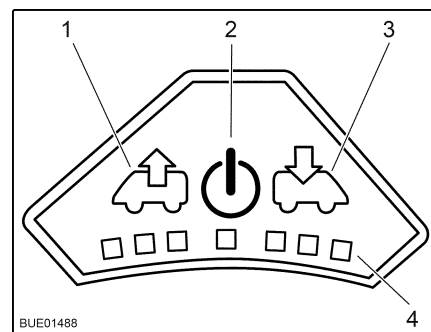

Fig. 86 Cuadro de mando del ventilador
- Conectar:** ■ Pulsar la tecla On/Off (Fig. 86,2). El ventilador funciona en el modo confort (extracción con la velocidad más baja del ventilador).
- Para aumentar la velocidad del ventilador: Pulsar la tecla de extracción (Fig. 86,1). La velocidad del ventilador aumenta un nivel en el sentido de extracción de aire. Los LED (Fig. 86,4) muestran los niveles de ajuste.
- Para disminuir la velocidad del ventilador: Pulsar la tecla de ventilación (Fig. 86,3). La velocidad del ventilador disminuye un nivel.
- Para aumentar la velocidad del ventilador: Pulsar la tecla de ventilación (Fig. 86,3). La velocidad del ventilador aumenta un nivel en el sentido de ventilación. Los LED (Fig. 86,4) muestran los niveles de ajuste.
- Para disminuir la velocidad del ventilador: Pulsar la tecla de extracción (Fig. 86,1). La velocidad del ventilador disminuye un nivel.
- Pulsar la tecla On/Off (Fig. 86,2). El ventilador se detiene, los LED se apagan.